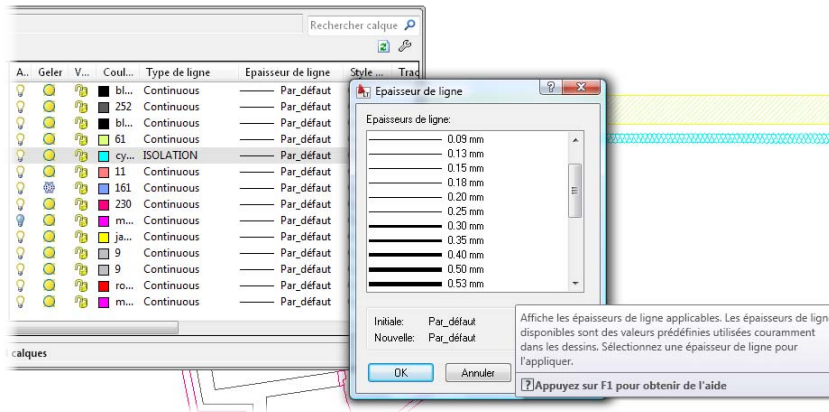

Figure 4.49
6. Il est également possible de paramétrer des épaisseurs de plume (voir Figure 4.49). Cependant, l'usage le plus répandu consiste à ne pas changer les épaisseurs de plume directement depuis cette boîte de dialogue. Comme nous le verrons au Chapitre 6, « Présenter un dessin », la « philosophie » du système de calques consiste à associer un calque et une couleur. La configuration des plumes se fera à travers l'association d'une épaisseur à chaque code de couleurs, comme nous le détaillerons à la section « Mettre à l'échelle et en page » du Chapitre 6.